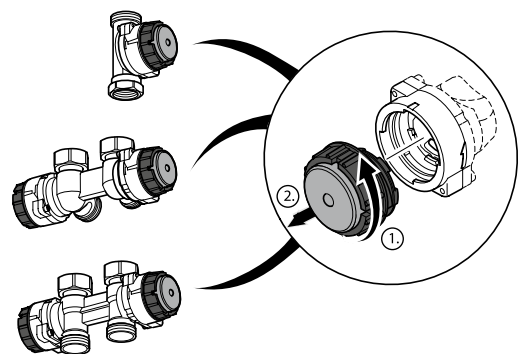

Fig. 16-4 Bypass vorlaufseitig abnehmen
- Den schwarzen, mit der roten Kappe gekennzeichneten Bypass im Pumpenadapter ¼ Umdrehung gegen den Uhrzeigersinn drehen und vom Bajonettverschluss abnehmen (siehe Fig. 16-4). Den Bypass für spätere Wartungs- und Servicezwecke aufbewahren.